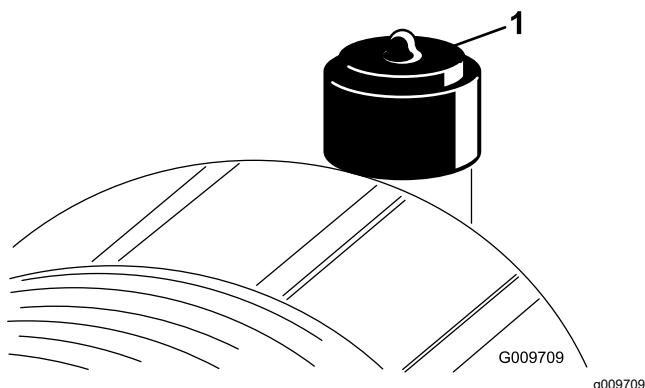

Figura 69
Faça a manutenção ao filtro de ar apenas quando o indicador de serviço (Figura 69) o exigir. Mudar o filtro de ar antes de ser necessário apenas aumenta a possibilidade de entrar sujeira no motor quando se retira o filtro.
6. Reinicie o indicador (Figura 69) se este se apresentar vermelho.